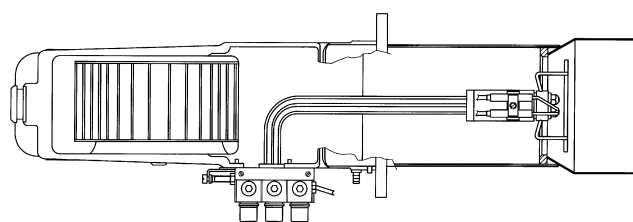
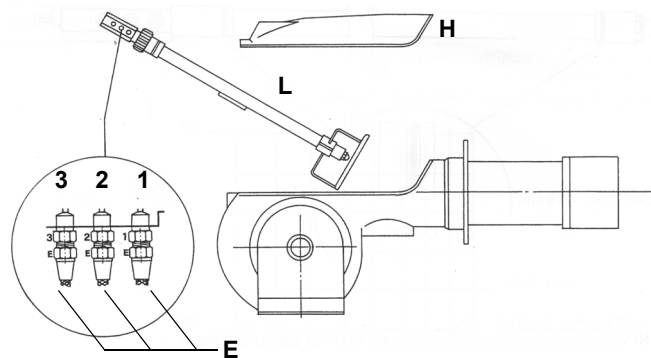

Fig. 21
Fig. 22
- Svitare i connettori nafta E (Fig. 21) che fissano i flessibili nafta alla lancia L e rimuovere il gruppo completo come mostrato in Fig. 22.